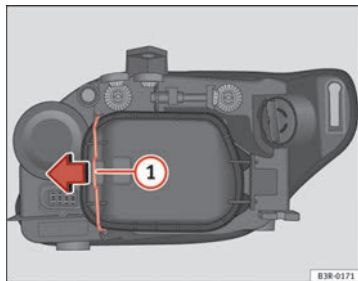

Abb. 193 Abblendlicht
Ein vorheriges Abnehmen des Deckels → Abb. 193 ist zwar nicht notwendig, erleichtert aber den Ersatz des Blinklichts. ■
- Den Spanner ⇒ Abb. 193 (1) in Pfeilrichtung bewegen und den Deckel abnehmen, indem zuerst die Seite des Spanners und danach die beiden Laschen des anderen Endes des Deckels abgenommen werden.